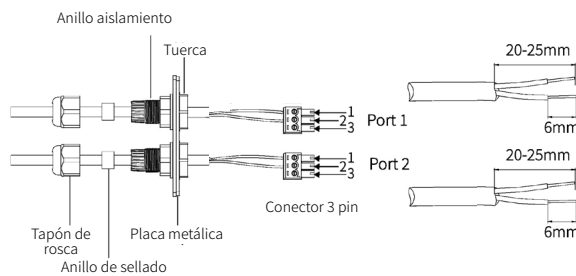

Fig. 41. Proceso de conexión al terminal.
2. Pase el cable a través del orificio y conéctelo al terminal en el siguiente orden: tapón de rosca, anillo de sellado, aislante, placa de metal, tuerca y conector de 3/6 pines, tal como se muestra en la Fig. 41 :